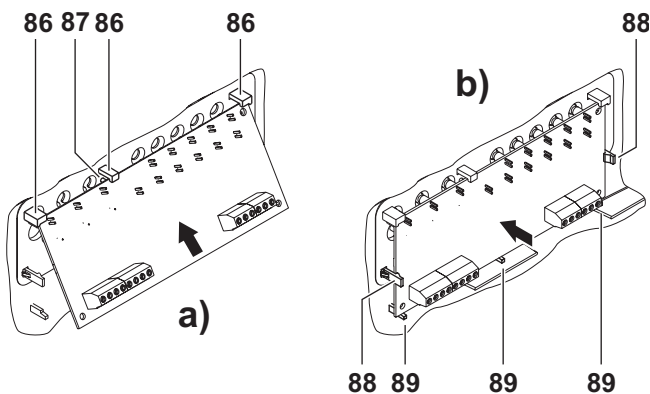

Figura 7 J408: Instalarea Modulului de Stingere.
2. Tineti placa cu partea cu componente spre dvs. Introduceti Modulul de Stingere in suportul **86** din partea de sus a cabinetului (vezi Figura 7) potrivit cu grija placa si apasati-o in clipsurile de plastic **87** (vezi figura 7 a) astfel ca sa fie fixata in mod ferm in pozitie cu ajutorul clipsurilor **88** (vezi Figura 7 b).